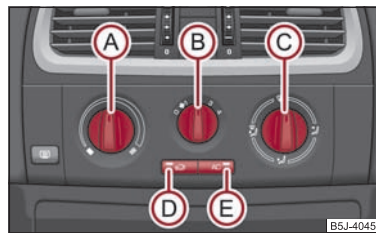

Abb. 88 Klimaanlage: Bedienelemente
Die Klimaanlage arbeitet, wenn der Schalter  ⇒ Abb. 88  gedrückt ist und folgende Bedingungen erfüllt sind:
- Drehen Sie den Drehregler  ⇒ Abb. 88 nach rechts, um die Temperatur zu erhöhen.
- Drücken Sie die Taste **(AC) (E)** → Seite 80, Abb. 88. In der Taste leuchtet die Kontrollleuchte.
- Bedienelemente (A), (B), (C) und die Taste (D) und (E) ⇒ Seite 80, Abb. 88.
- Drücken Sie die Taste   ⇒ Seite 80, Abb. 88, in der Taste leuchtet die Kontrollleuchte auf.
Wenn der Luftverteilungsregler  in der Position  ⇒ Seite 80, Abb. 88 steht, wird der Umluftbetrieb automatisch ausgeschaltet. Durch wiederholtes Drücken der Taste  können Sie auch in dieser Stellung den Umluftbetrieb wieder einschalten.